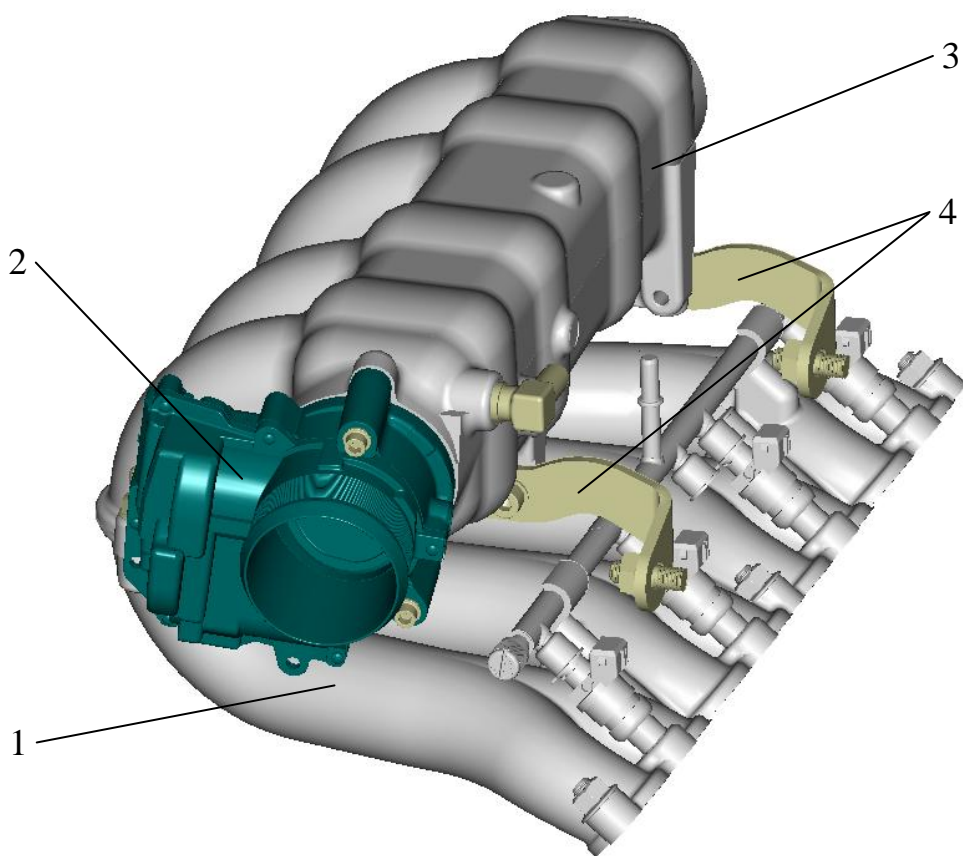

Рис.33. Впускная система:
**Впускная система** (рис.33) состоит из впускной трубы 1 и ресивера 3, отлитых из алюминиевого сплава. Геометрические параметры системы позволяют реализовать газодинамический наддув двигателя - улучшение наполнения цилиндров двигателя на режиме максимального крутящего момента.
8. Топливная рампа (топливопровод распределительный) 40624.1100010 ООО «НПП АВТЭЛ» с форсунками электромагнитными ZMZ 6354 (ДЕКА 1D) ООО «НПП АВТЭЛ» (406.1132711-02\*) в сборе (рис.33). Допускается применение топливной рампы 0 280 151 244 ф.«Bosch» (40904.1100010\*) с форсунками 0 280 158 107 ф.«Bosch» (406.1132010\*) в сборе.